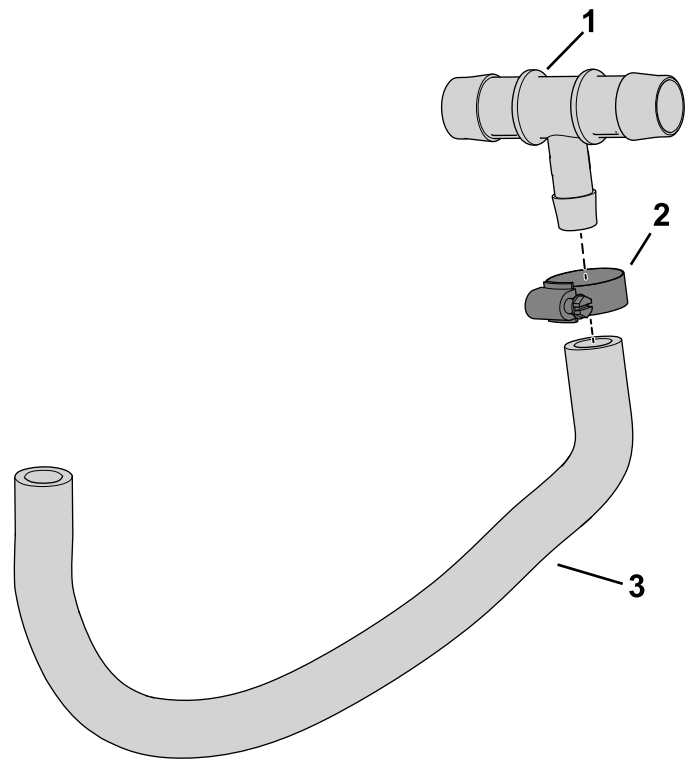

Figura 12
1. Coloque la abrazadera sobre la manguera (Figura 12).
2. Introduzca el extremo dentado del acoplamiento en T en la manguera y sujételo con la abrazadera, según se muestra en Figura 12.